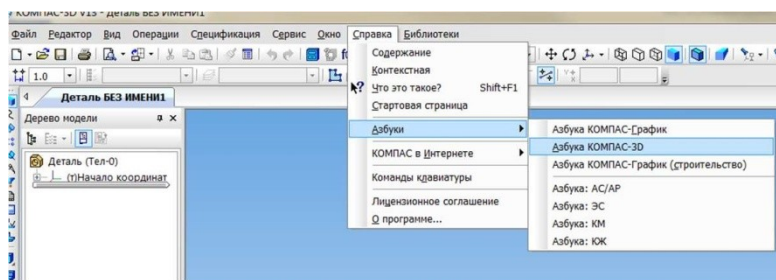

Рисунок 10.3 – Запуск Азбуки КОМПАС-3D
Если сечение представляет собой разомкнутый эскиз или разомкнутый контур, построенный по линиям эскиза или ребрам плоской грани, и вращается вокруг оси, лежащей в плоскости сечения, доступен выбор типа построения — тороид или сфероид (рисунок 10.3). При построении сфероиды возможен также выбор между сплошным и тонкостенным элементом. Тороид может быть только тонкостенным.
1. Открыть Азбуку_Компас-3D (рисунок 10.3).